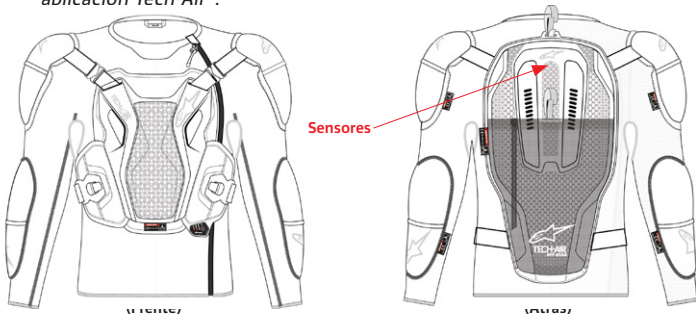

Figura 1 – Ubicación de los sensores
El Sistema consiste en una Unidad de Control del Airbag (8) (con sensores incorporados) integrada en un conjunto de protectores (Figura 1). El conjunto de sensores de la Unidad de Control del Airbag (8) consta de 1 acelerómetro triaxial y 1 giroscopio triaxial colocados en el interior del protector de la espalda